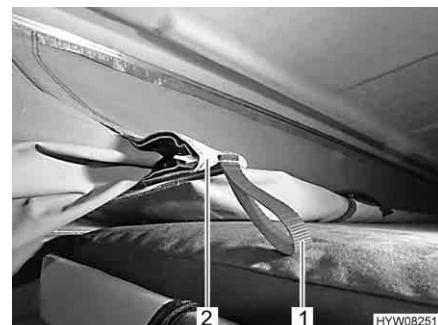

Fig. 25 Dispositivo di inserzione
- Tirare lentamente verso il basso il tetto a soffietto (Fig. 23,1) tenendolo per le maniglie (Fig. 23,2) o le cinghie ausiliarie (Fig. 23,3) fino a che il tetto a soffietto rimane autonomamente in questa posizione. Prestare attenzione a che i dispositivi di inserzione laterali (Fig. 25,2) si pieghino verso l'interno.
- Tirare il tessuto della tenda per i passanti (Fig. 25,1) del dispositivo di inserzione (Fig. 25,2) verso l'interno.